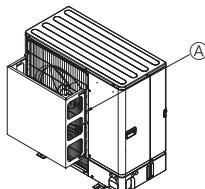
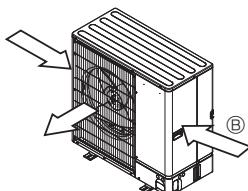

Fig. 2-5
Fig. 2-6
- ② Zainstalować opcjonalną kierownicę powietrza w przypadku, gdy jednostka zewnętrzna jest zainstalowana w miejscu, w którym wieją wiatr, np. taran, moze bezpośrednio działać na wylot powietrza. (Fig. 2-5).
- ③ Kierownica wylotowa powietrza
- ④ Jeśli to możliwe, należy tak ustawić jednostkę zewnętrzną, aby kierunek wylotu powietrza był prostopadły do kierunku wiatru w danej porze roku. (Fig. 2-6).
⑤ Kierunek wiatru